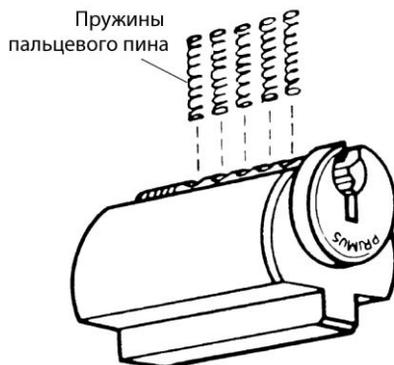

Рис. 7.27. Пружины пальцевых пинов вставляют в нижнюю часть личины (С разрешения компании Schlage Lock Company)
2. Вставить пружины пяти пальцевых пинов в отверстия в нижней части личины (рис. 7.27).